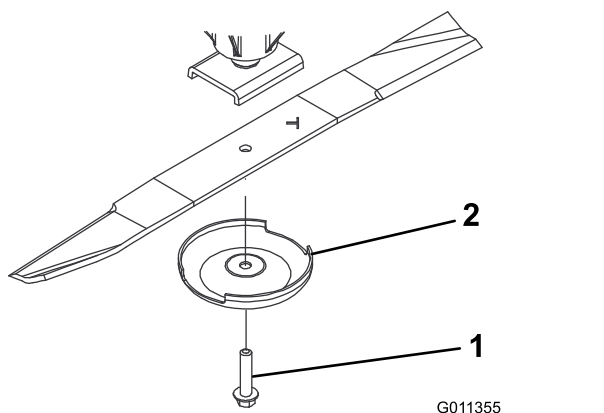

Figura 68
2. Sujete el extremo de la cuchilla usando un paño o un guante grueso. Retire del eje de la cuchilla el perno de la cuchilla, el protector de césped y la cuchilla (Figura 68).
3. Instale la cuchilla, con la vela hacia la carcasa de corte, con el protector de césped y el perno de la cuchilla (Figura 68). Apriete el perno de la cuchilla a 115-149 N·m.